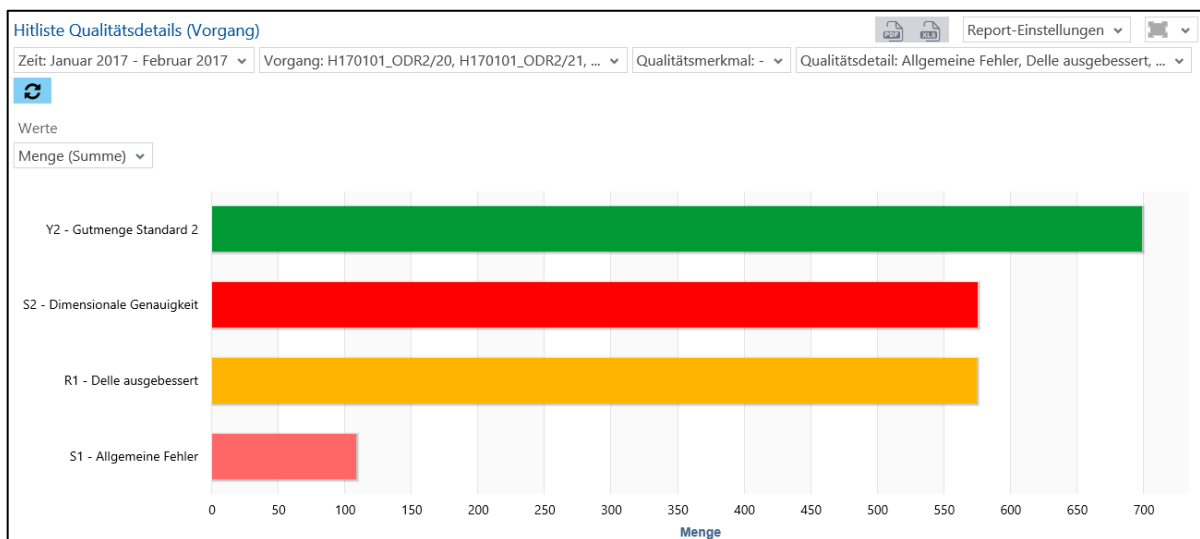

Bild 121: Hitliste Qualitätsdetails (Vorgang) als Balkendiagramm
- Hitliste Qualitätsdetails (Vorgang) als Balkendiagramm (Bild 121):